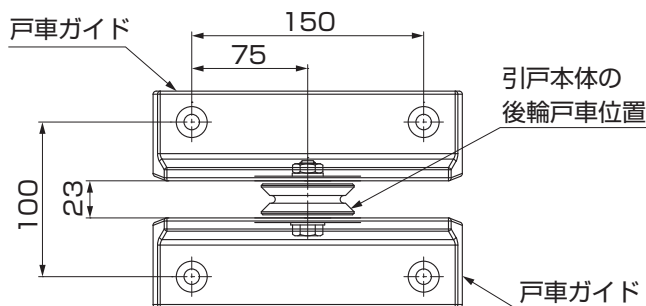

図7-2
②引戸本体を閉めた状態で引戸本体の戸車の位置にあわせて戸車ガイドを後輪の両サイドに位置合わせしてください。(図7-2参照)